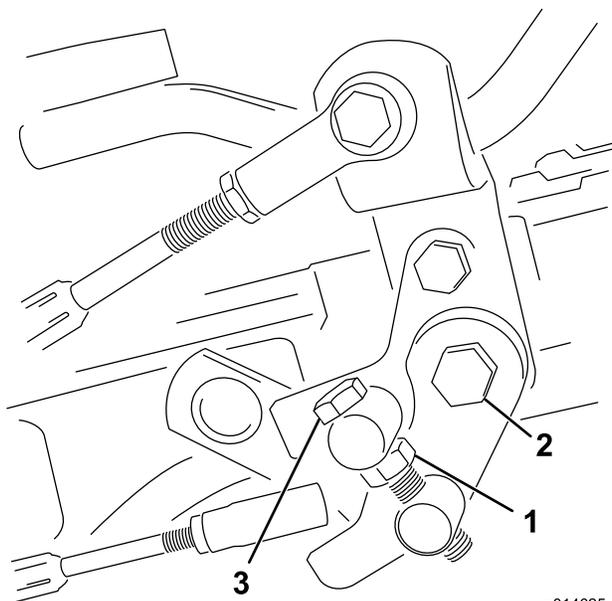

図 53
1. トラニオン・ボルトのジャムナットをゆるめる (図 53)。
4. トラニオン・ボルトのジャムナット、およびペダル・ピボットのナットを締め付けて調整を固定する (図 53)。調整を確認し、必要に応じて再調整する。